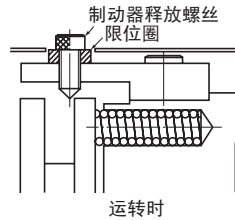

图44
- (2) 制动器释放后, 如果要在恢复到原来的状态, 为安全考虑, 请将上述取出的限位圈照原样安装回去。(参阅图44)